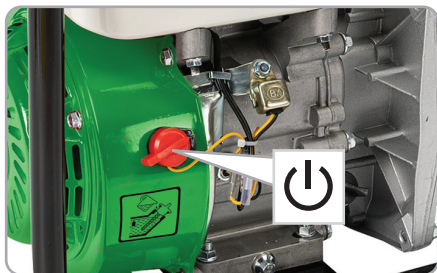

Fig.9
- Treceti maneta supapei de combustibil pe pozitia deschis (spre dreapta). Maneta de combustibil deschide sau inchide circuitul dintre rezervorul de combustibil si carburator (fig.9).